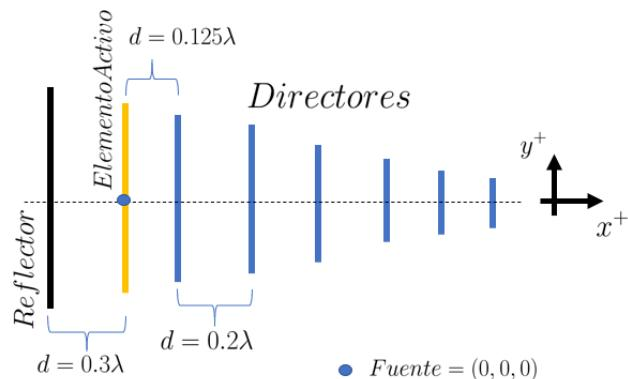

Figura 11: Antena Yagui a simular con vista del plano XY.
5. El diseño de la Antena Yagui estará inspirado en una frecuencia de operación de 2,4 GHz la cual tendrá una impedancia de operación cercana a los 50Ω . En la figura 11 se muestra el diagrama de la antena Yagui a simular. NOTA: Esta figura contiene las distancias de elementos, es importante tomar en cuenta que la distancia entre directores será siempre la misma para este caso es de 0.2λ . Para este caso la longitud de onda se utilizará como velocidad de propagación c .